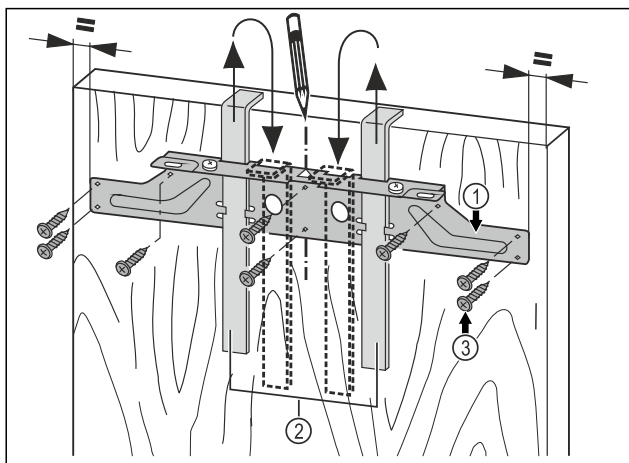

Fig. 17
- Upevňovací příčník Fig. 17 (1) zavěste pomocí montážních pomůcek Fig. 17 (2) na vnitřní stranu nábytkových dvířek.
- Upevňovací příčník Fig. 17 (1) vyrovnejte středově vůči dvířkům.
- Upevňovací příčník Fig. 17 (1) přišroubujte minimálně 6 šrouby Fig. 17 (3).
- Upevňovací příčník Fig. 17 (1) přišroubujte 4 šrouby Fig. 17 (3) na okraji.
- Montážní pomůcky Fig. 17 (2) vytáhněte směrem nahoru a zasuňte je obráceně do sousedních upínacích otvorů.